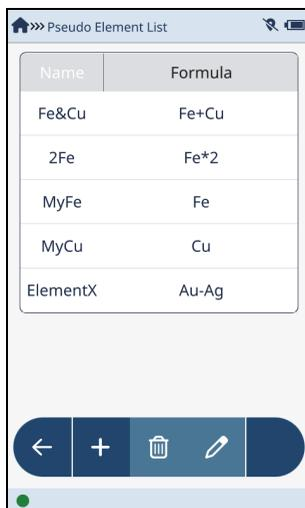

图 2-49 列表中新的伪元素
- 退出虚拟键盘，以查看添加到列表中的新的伪元素（参见第62页的图 2-49）。